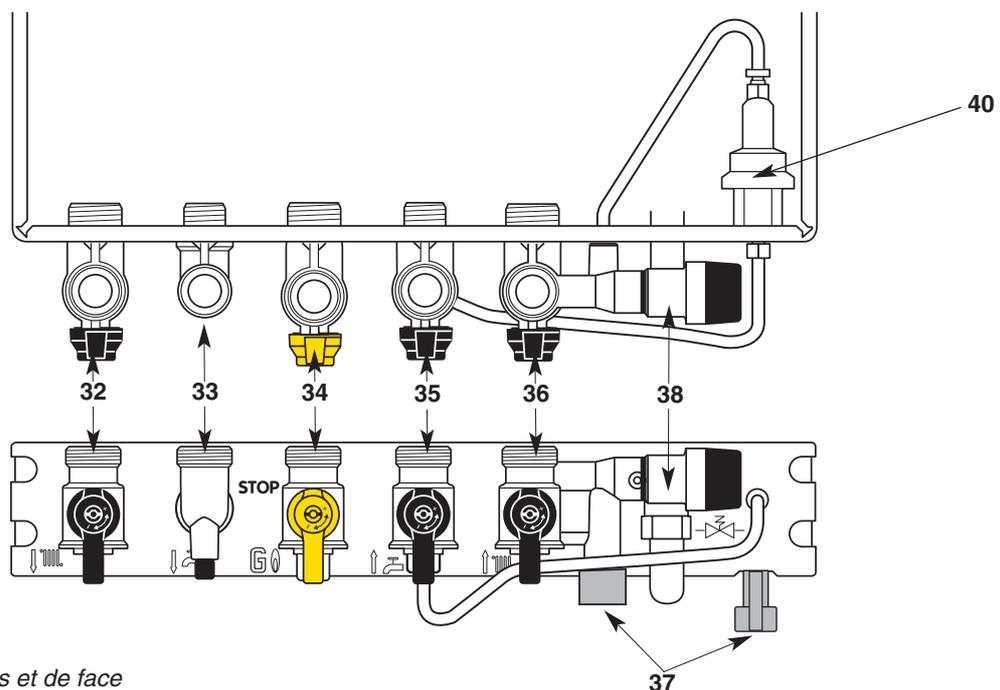

Fig. 22 - Vues de dessus et de face
Barrette robinetterie (fig. 22)
4. Ouvrez le robinet d'arrivée de gaz **34** (fig. 22), sur la position .
- Coupez l'arrivée du gaz en tournant le robinet **34** (fig. 22), sur la position STOP.
*Dans certains cas d'installation, il est possible qu'il se produise, après puisage d'eau chaude, un léger réchauffement de la canalisation (et éventuellement d'un radiateur). Pour l'éviter, il suffit de fermer le robinet départ chauffage **32** (fig. 22).*